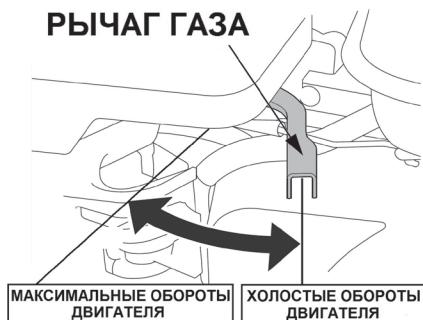

Рис. 32 Положения рычага газа
5. Переведите рычаг газа на 1/3 хода в сторону положения максимальных оборотов двигателя (Рис. 32).